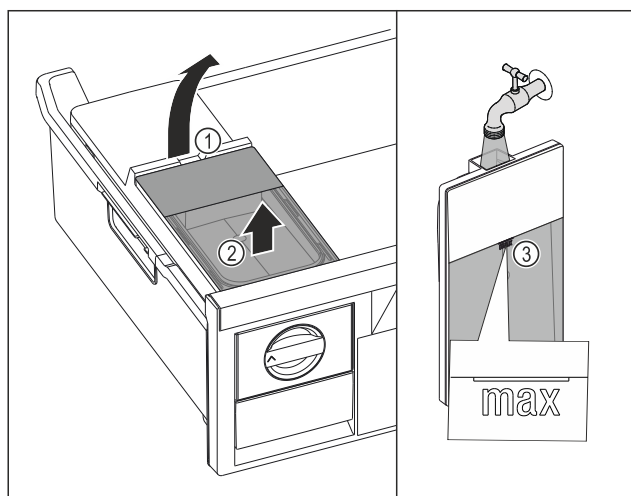

Fig. 42
- Nádržku na vodu nadvihnite za vybranie Fig. 42 (1).
- Nádržku na vodu odoberte nahor. Fig. 42 (2)
- Nádržku na vodu naplňte pitnou vodou po značku Fig. 42 (3).